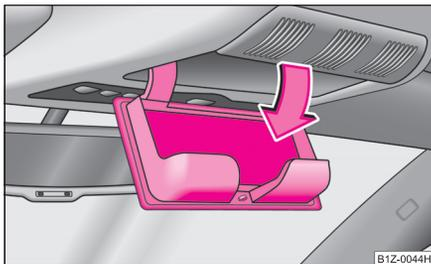

Abb. 82 Ausschnitt aus
- Drücken Sie auf den Deckel des Ablagefaches, das Ablagefach klappt nach unten auf ⇒ Abb. 82.